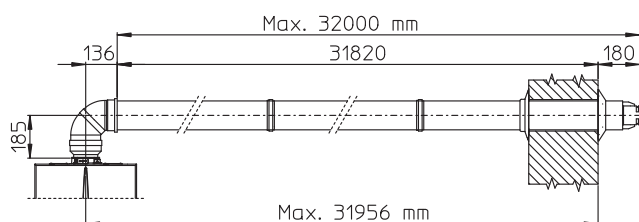

Fig. 1-16
- Rallonges pour kit horizontal Ø80/125 (Fig. 1-16). Le kit avec cette configuration peut être prolongé jusqu'à une *mesure max. de 32 m* y compris le terminal à claire-voie sans le coude concentrique en sortie de la chaudière. En cas de composants supplémentaires, il est nécessaire de soustraire la longueur équivalente à la mesure maximale admise. Dans ces cas-là, il est nécessaire de demander les rallonges adaptées.